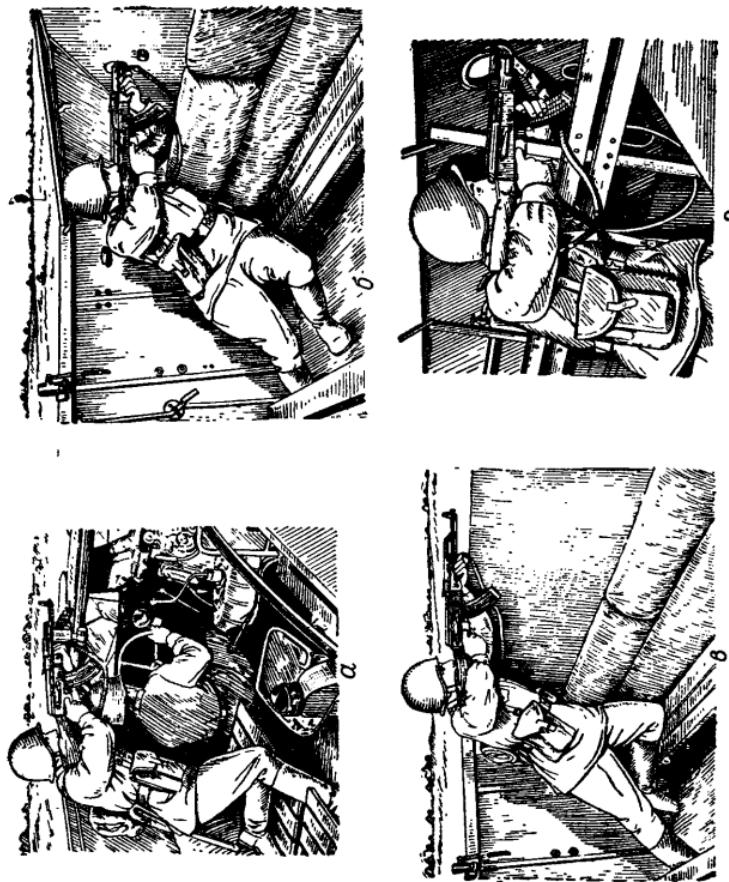

Рис. 79. Положение при стрельбе с бронетранспортера:
**137.** Для стрельбы с движущегося бронетранспортера, автомобиля и с десантных парашютных средств применяются любые удобные положения, обеспечивающие устойчивость автомата и безопасность соседей. Для стрельбы с бронетранспортера и с автомобиля с места (или с короткой остановки) могут применяться приемы, показанные на рис. 79 и 80. При этом стенки сидений и другие строения внутри кузова бронетранспортера используются в качестве опоры для рук, предплечья, бока и ног. Под цевье надо подкладывать ремень автомата.
на днище бронетранспортера, слегка согнув их в коленях, или левым коленом на сиденье (рис. 79, в), перенести дульную часть автомата через борт и левой рукой, взявшись за борт, придерживать автомат сверху.